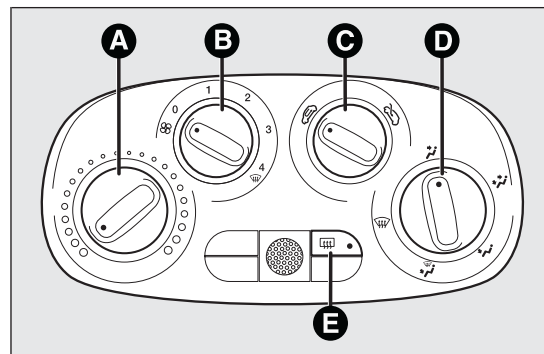

fig. 29
- A Sélecteur de la température de l'air (rouge-chaud/bleu-froid) fig. 29
- B Sélecteur des vitesses du ventilateur et activation/désactivation du climatiseur fig. 29. En appuyant sur ce bouton, on active le climatiseur et l'allumage simultané de la DEL de ce bouton. Cette opération permet de refroidir plus rapidement l'habitacle.
### C Bouton de recyclage de l'air fig. 29
### D Bouton de répartition de l'air fig. 29